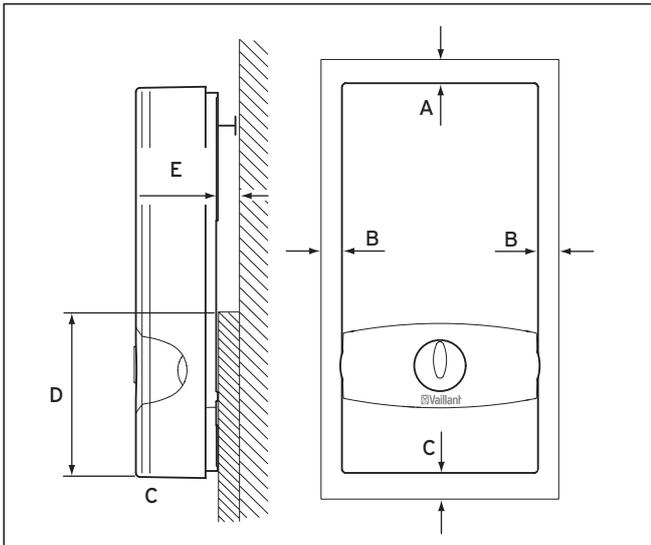

Abb. 4.2 Montagefreiräume
- Richten Sie das Gerät aus (senkrecht und Abstände siehe Abb. 4.2 bis 4.4).